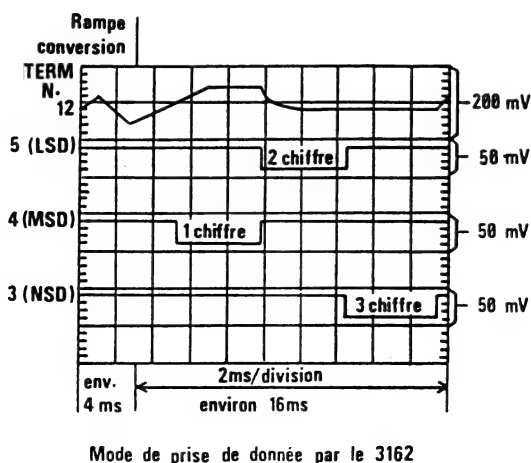

Fig. 16.2
- un temps de conversion analogique digitale d'environ 4 ms (voir figure 16.2),